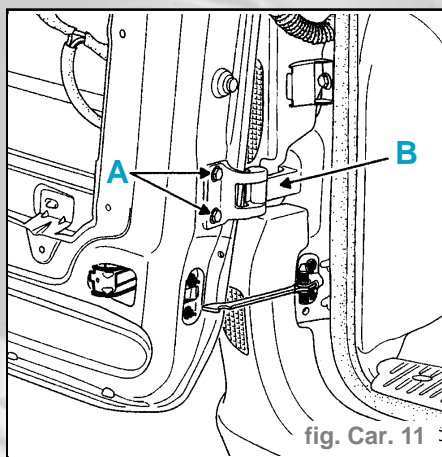

fig. Car. 11
- Déposer les vis de fixation (**A**) sur les chants de porte (il est préférable d'effectuer cette opération à deux personnes) (fig. Car. 11).